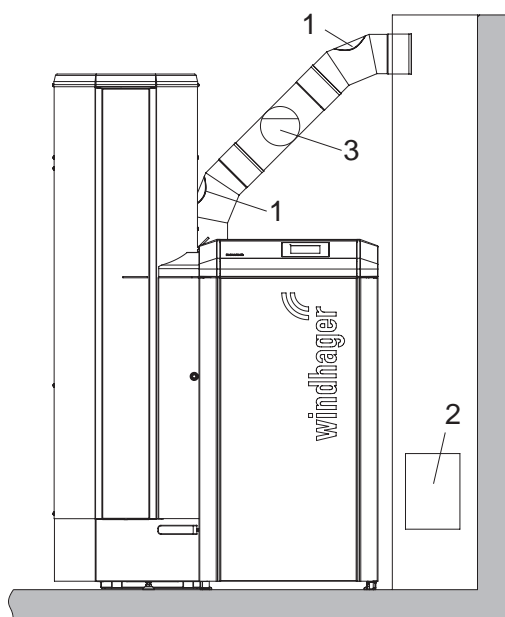

Fig. 73 Orifices de nettoyage dans tube de fumées – vue de face, (croquis sans isolation du tube d'évacuation des fumées)
- ▶ Nettoyer et aspirer le tube d'évacuation des fumées (tube de liaison entre la chaudière à pellets et la cheminée) au niveau de l'ouverture de nettoyage – Fig. 73.